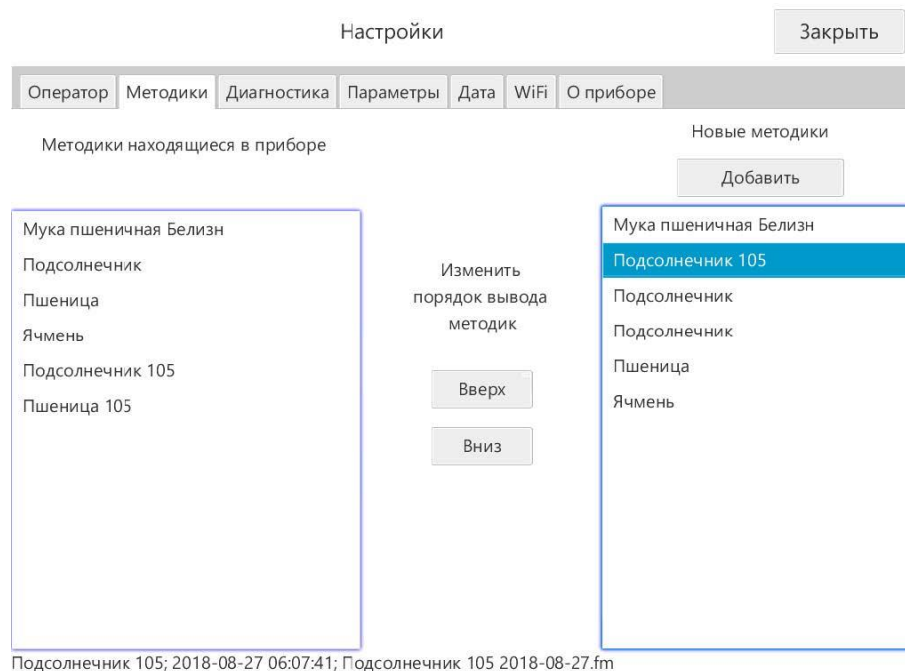

Рис. 3.4 - Добавление или обновление методик
- открыть закладку «Методики» (рис. 3.4)